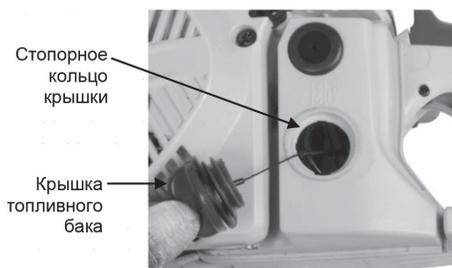

Рис. 32
2. Откройте крышку топливного бака и вытащите из бака стопорное кольцо крышки (рис. 32)